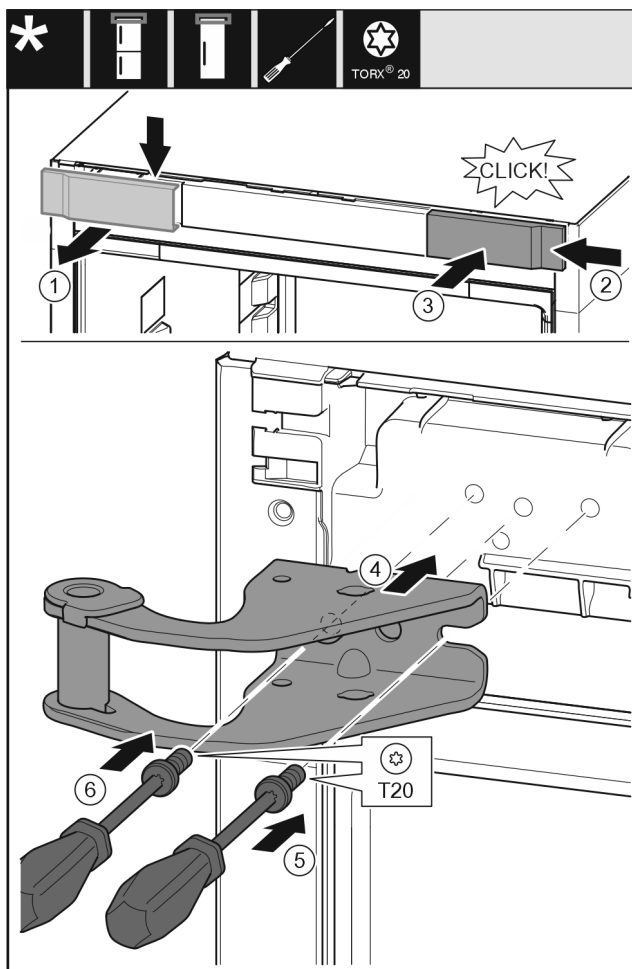

Fig. 14
- Retire la cubierta Fig. 14 (1) de arriba hacia delante.
- Gire la cubierta Fig. 14 (2) 180° y engánchela por el otro lado de la derecha.
- Encaje la cubierta Fig. 14 (3).
- Coloque el soporte del cojinete superior Fig. 14 (4).
- Coloque y apriete el tornillo Fig. 14 (5) con un destornillador.
- Coloque y apriete el tornillo Fig. 14 (6) con un destornillador.